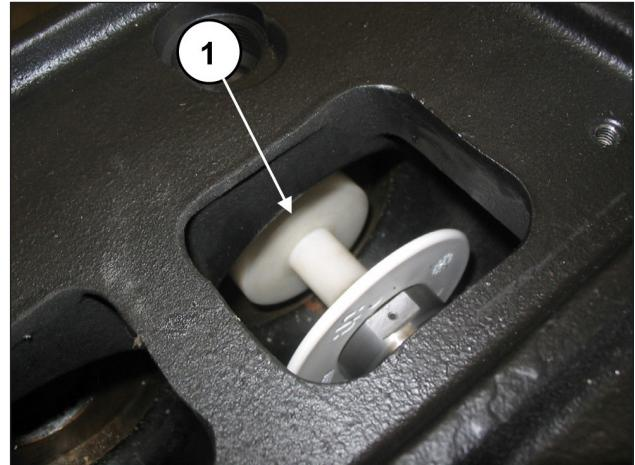

Fig. 123
Insérer l'outil tampon réf. 27516600 entre le guide du piston et le piston (rep. ①, Fig. 123).